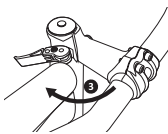

Рис. 35
2. Поверните руль по часовой стрелке на 90 градусов (рис. 35);